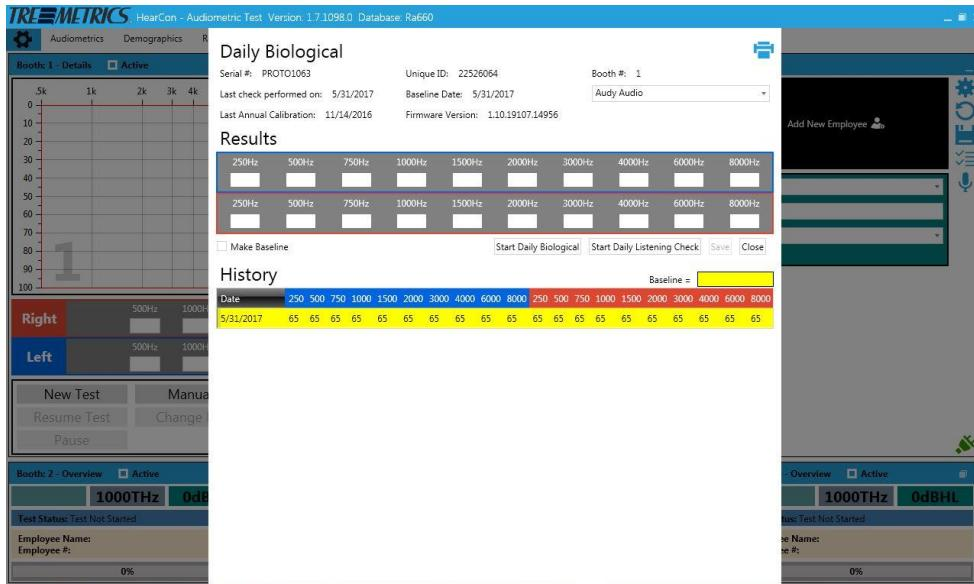

Imagen 38
3. De vuelta en la PC, seleccione **Save (Guardar)** y **Close (Cerrar)** en la ventana **Daily Biological (Biológica diaria)**. La ventana **Daily Biological (Biológica diaria)** se cierra y se completa la prueba biológica diaria (Imagen 38).